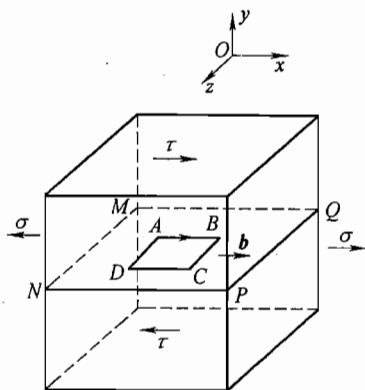

图 26-3 第三题第 2 小题图
2. 已知位错环 ABCD 的柏氏矢量为 b , 外应力为 τ 和 σ , 如图 26-3 所示。